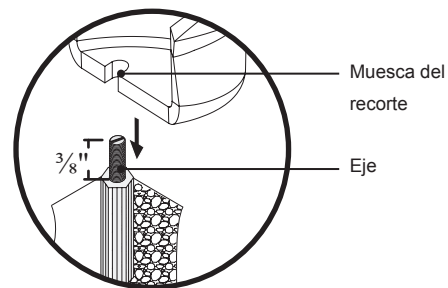

Figura 11. Anclaje de la bañera zapatillas
- ❶ Levante la bañera doble composición, con las piernas adjunta.
- ❷ Baje lentamente la unidad hacia abajo sobre el suelo, asegurándose de que los ejes y los recortes muesca alinear correctamente (Figura 11).